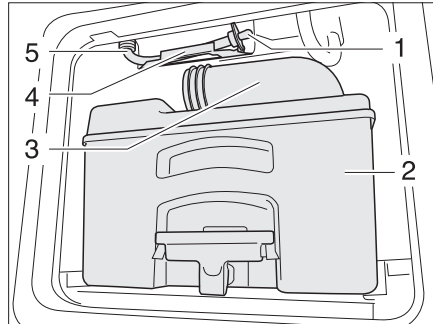

Bild 286 Ablaufschlauch Wassertank Toilette
- Kassette (Bild 286,2) an einer dafür zugelassenen Entsorgungsstelle entleeren und reinigen.
- Den Entleerungsstutzen (Bild 286,3) offen lassen.
- Ablaufschlauch (Bild 286,5) aus der Halterung (Bild 286,4) nehmen.
- Den Ablaufstöpsel (Bild 286,1) entfernen und Restwasser ausfließen lassen.